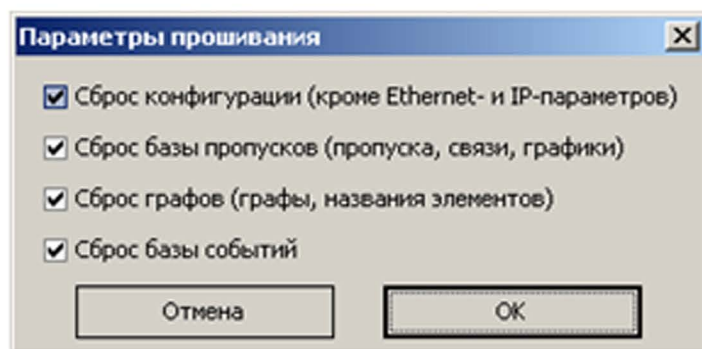

Рисунок 11
7. Появится окно параметров прошивания (рисунок 11). Выбрать все параметры и нажать «ОК».